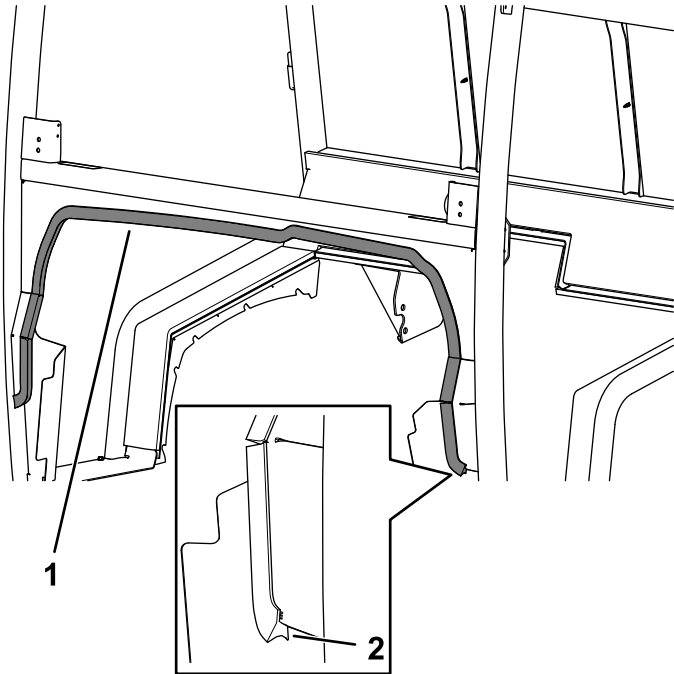

Bild 30
- Bringen Sie die untere Armaturenbrett-dichtung an der Kabine an (Bild 30).
Stellen Sie sicher, dass Sie die Dichtung mit der längeren Lippen vorne befestigen (Bild 30).